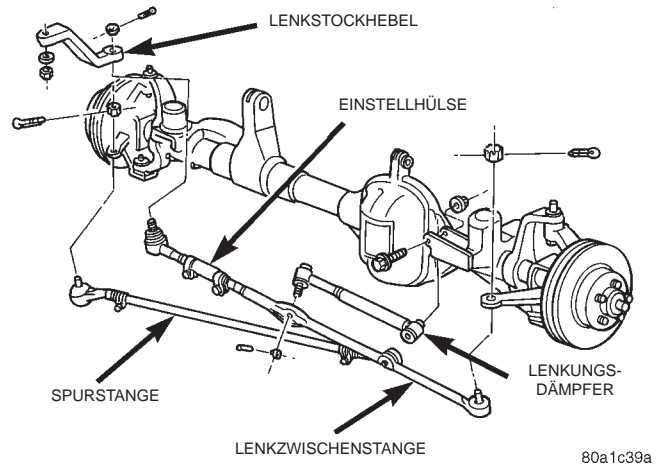

Abb. 5 Lenkgestänge (Rechtslenker)
(1) Motor starten und das Lenkrad mehrmals in beide Richtungen einschlagen. Dann die Vorderräder geradeaus stellen. Das Lenkrad in dieser Stellung fixieren. Motor abstellen.
(2) Die Schrauben an der Einstellhülse der Lenkzwischenstange lockern (Abb. 5).
(3) Die Vorspur des linken Vorderrades mit der Lenkzwischenstange einstellen (Abb. 5). Die Einstellhülse so weit drehen, daß der korrekte VORSPURWERT erreicht wird. Die Schrauben an den Schellen der Einstellhülse korrekt positionieren und mit folgenden Anzugsmomenten festziehen: